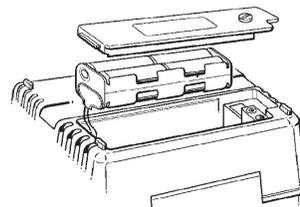

Fig 12
- a) Au moyen d'un tournevis, retirez la vis servant à fixer le couvercle du compartiment des piles à l'arrière de l'appareil (voir la figure 12 ci-dessus). Retirez le couvercle. Gardez la vis et le couvercle à portée de main.